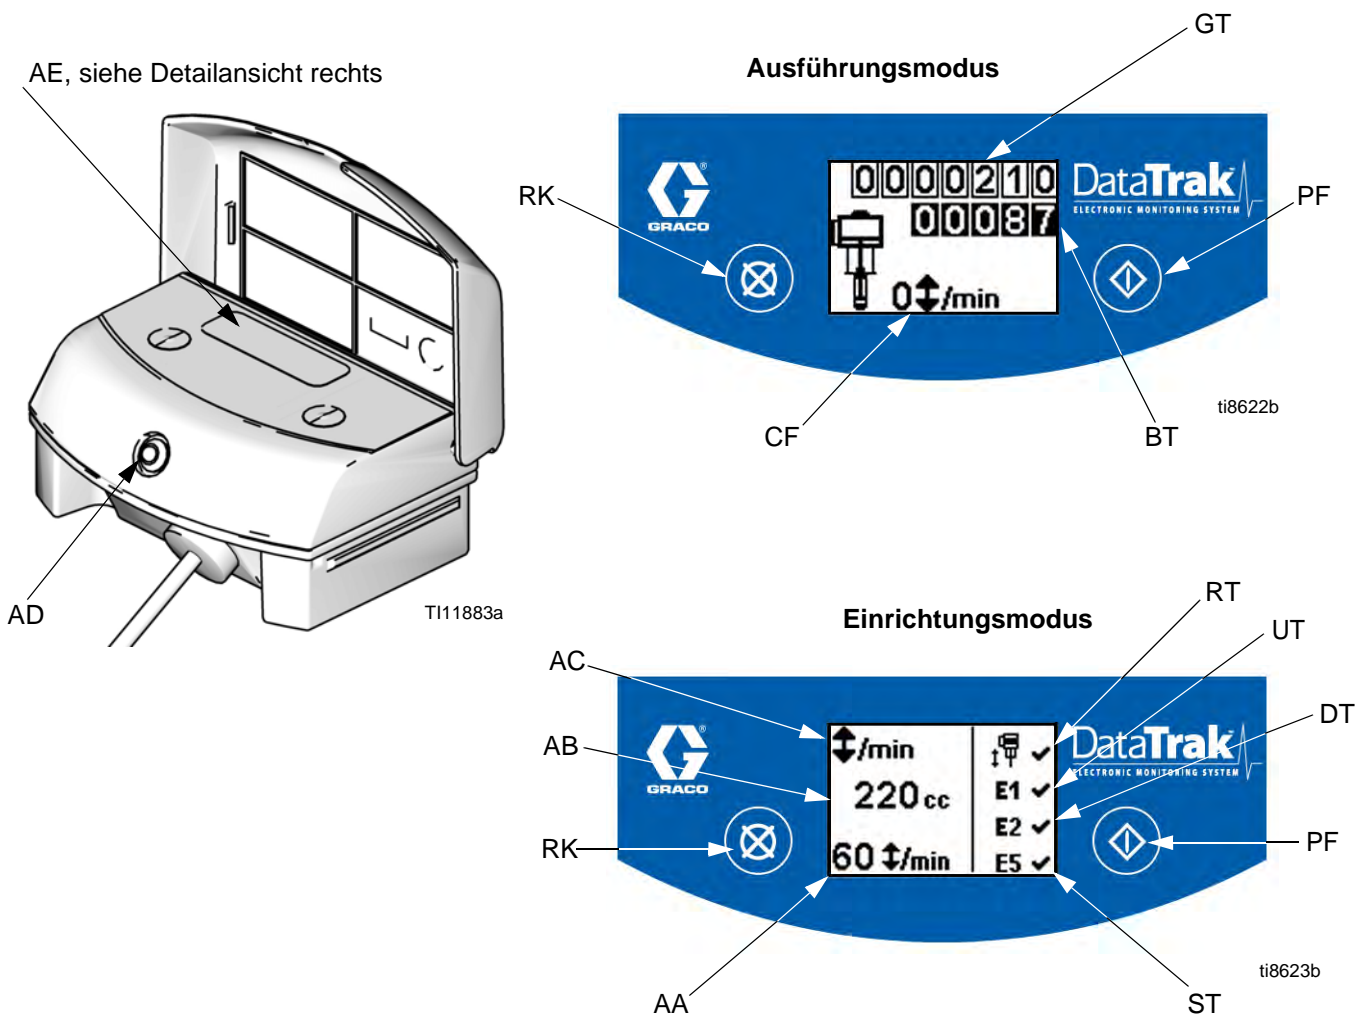

Abb. 7. DataTrak Bedien- und Anzeigeelemente
Legende für ABB. 7
1. Siehe ABB. 7. 5 Sekunden lang gedrückt halten , bis das Setup-Menü erscheint.
ANMERKUNG: Wenn Trockenlaufschutz und die Fehleroptionen E1, E2 und E5 aktiviert sind, erscheint auf dem Setup-Bildschirm ein ✓-Zeichen. Siehe ABB. 7.
1. Siehe ABB. 7. Wenn die Pumpe trocken läuft und ihre Drehzahl unzulässig hoch ansteigt, wird das Trockenlauf-Magnetventil aktiviert und dadurch die Pumpe gestoppt. Die LED (AD) blinkt, und auf der Anzeige (AE) wird der Trockenlaufzustand angezeigt (siehe Tabelle 1. Die Anzeige durchläuft sechs Anweisungsbildschirme.
2. Anweisungsbildschirme 1 und 2: Um das Trockenlauf-Magnetventil zurückzusetzen, schließen Sie den Hauptlufthahn (E). Warten Sie, bis der Luftmotor komplett entlüftet ist.
3. Anweisungsbildschirme 3 und 4: Nach Entlüftung die Magnetventil-Entriegeltaste (J) betätigen, um das Trockenlaufschutzventil zurückzusetzen. Nach erneuter Druckbeaufschlagung des Luftventils springt die Magnetventil-Entriegeltaste wieder in ihre obere Ausgangsstellung zurück.
5. Den Hauptlufthahn (E) öffnen, um die Pumpe erneut zu starten.
ANMERKUNG: Zur Deaktivierung der Trockenlaufüberwachung im Setupmodus den Trockenlaufwert auf 0 (Null) einstellen oder (RT) ausschalten  (siehe ABB. 7).
1. Siehe ABB. 7. Um in den Ansaug-/Spülmodus zu wechseln, drücken Sie eine beliebige Taste, um die Anzeige zu aktivieren. Drücken Sie dann auf . Auf dem Bildschirm wird das Ansaug-/Spül-Symbol
Siehe ABB. 7. Die letzte Ziffer des Teilmengenzählers (BT) stellt ein Zehntel der gewählten Einheit dar (Liter bzw. Gallonen). Wenn Sie den Zähler zurücksetzen möchten, drücken Sie eine beliebige Taste, um die Anzeige zu aktivieren. Betätigen Sie dann  und halten Sie die Taste 3 Sekunden lang gedrückt.
Siehe ABB. 7. Die Anzeige (AE) wird im Betriebsmodus nach 1 Minute bzw. im Setupmodus nach 3 Minuten Inaktivität automatisch abgeschaltet. Drücken Sie eine beliebige Taste, um die Anzeige wieder zu aktivieren.
DataTrak ist in der Lage, verschiedene Pumpenprobleme zu diagnostizieren. Wenn die Überwachung ein Problem feststellt, blinkt die LED (AD, ABB. 7) auf und auf der Anzeige erscheint ein Diagnosecode. Siehe Tabelle 1.